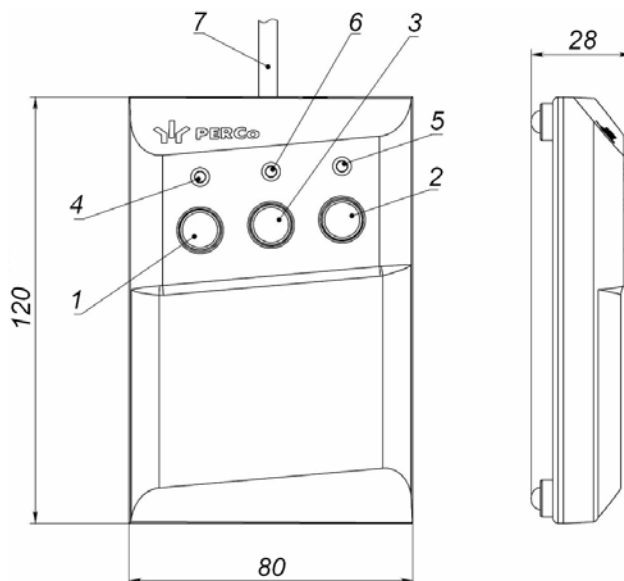

Рисунок 3. Общий вид и габаритные размеры ПДУ
ПДУ (13) выполнен в виде небольшого настольного прибора в корпусе из ударопрочного АБС пластика и предназначен для подачи команд управления и индикации состояния направлений прохода через ЭП при ручном управлении. Внешний вид и габаритные размеры ПДУ показаны на рис. 3.